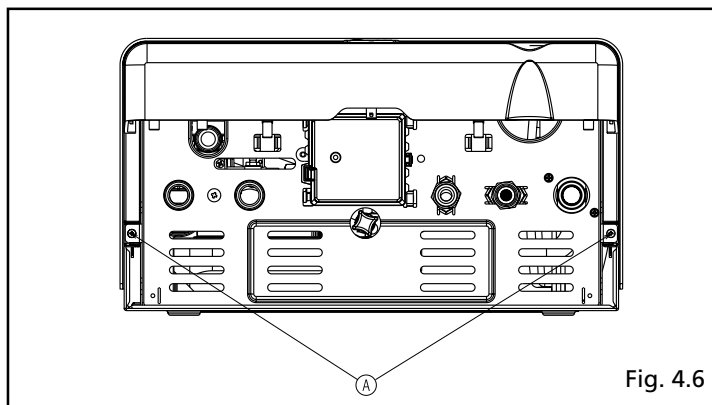

Fig. 4.6
- Togliere il mantello svitando le due viti (fig. 4.6)